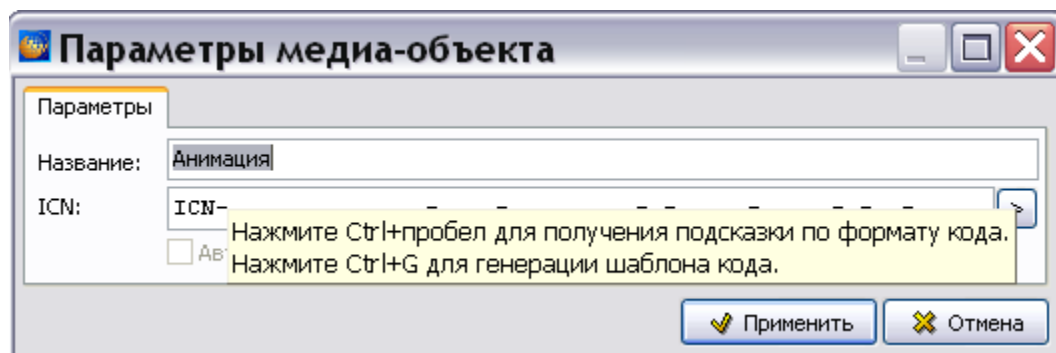

Рис. 7.65
4. При наведении курсора на область поля ввода ICN появится всплывающая подсказка (Рис. 7.65). Введите значение ICN.